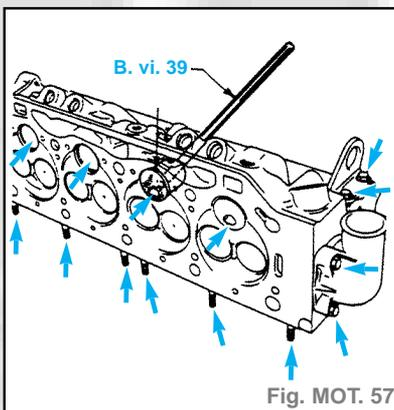

Fig. MOT. 57
- Déposer les préchambres, si nécessaire, frapper légèrement avec l'outil **B. Vi. 39** introduit par le logement des porte-injecteurs (fig. MOT. 57).